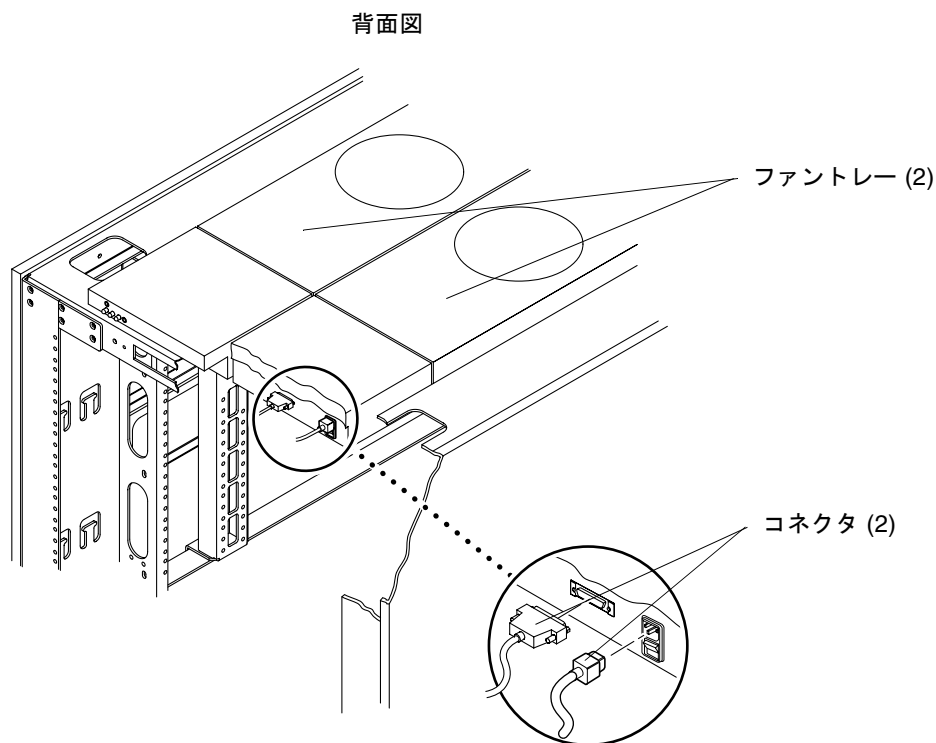

図 6-8 キャビネットファントレーの電源スイッチおよびコネクタ
1. 電源スイッチがオフになっていることを確認します (図 6-8)。
3. ファントレーの背面から、2 つのコネクタを取り外します (図 6-8)。